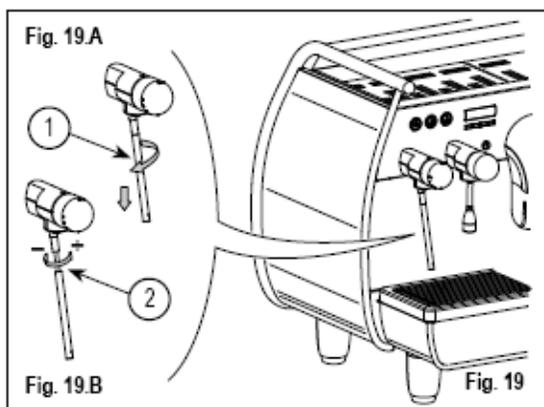

Рис.19
Чтобы увеличить/уменьшить количество воздуха, подаваемого в молоко при помощи парового крана TurboCream (и, следовательно, увеличить/уменьшить густоту молочной пенки), действовать, как показано на **рис. 19:**
- 1) Открутите наконечник из нержавеющей стали (1), как показано на **рис. 19 А**.
- 2) Чтобы увеличить/уменьшить количество воздуха, регулируйте тефлоновый наконечник (2), как показано на **рис. 19 В**.